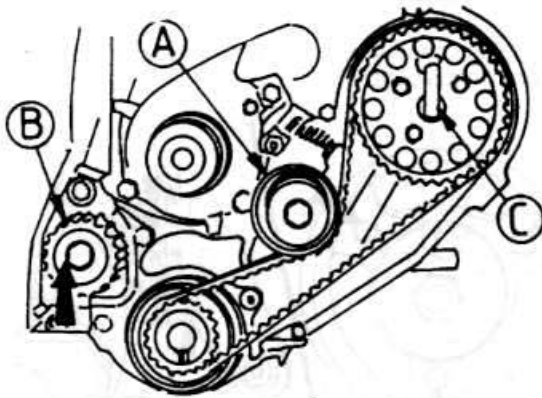

Рис. 2.60
- ♦ Установите новый зубчатый ремень привода ТНВД таким способом, чтобы натягивающая сторона ремня была напряжена (рис. 2.60).